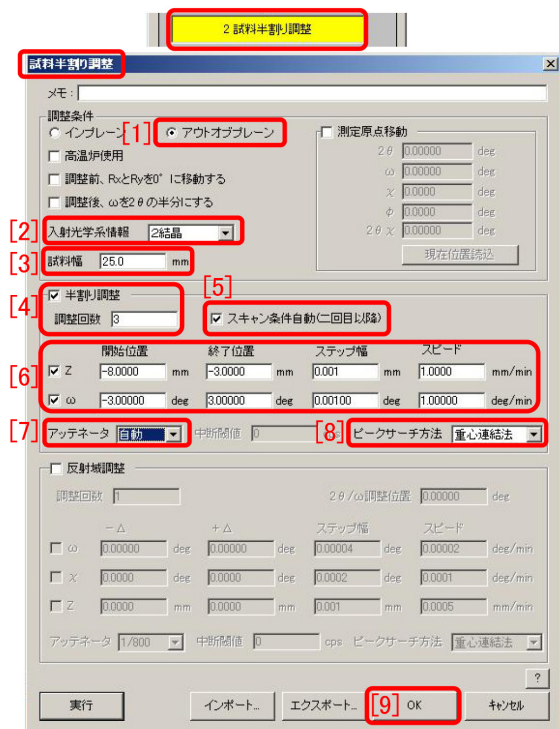
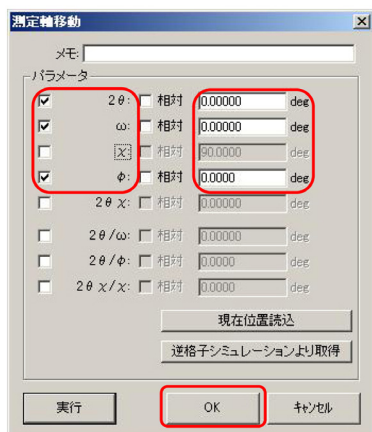
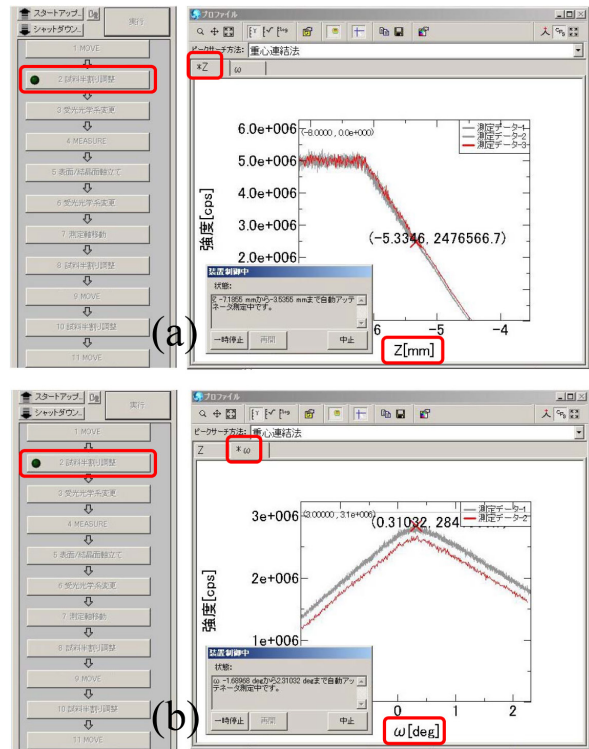

図 2.11. 試料半割り調整の設定
図 2.16. 2θ, ω, φ 軸の移動
図 2.20. マクロで「試料半割り調整」実行中
調整します。測定を開始する前に必ず行わなければならない調整です。図 2.11 「[6]」で Z(試料ステージの高さ) と  $\omega$ (試料ステージの鉛直軸周りの回転角) いずれにもチェックを入れ、Z スキャンで X 線強度がちょうど半分になり、 $\omega$  スキャンで X 線強度が最大になるように調整します。図 2.11 「[4] 試料半割り調整」にチェックを入れ「調整回数」に 3 を指定することにより Z と  $\omega$  のスキャンを交互に 3 回 (推奨される回数) 行います。「[5] スキャン条件自動」にチェックを入れることにより 2 回目以降のスキャンでは前のスキャン結果に基づいてスキャン範囲が自動設定されます。
$\omega$  のスキャン範囲は図 2.11 「[6]」で  $\pm 3^\circ$  に設定されていますが、これは「[3] 試料幅」25 mm に対して適正值です。試料幅が大きいほど
図 2.20 は「試料半割り調整」実行時に表示される「フローバー」と「プロファイルウィンドウ」です。マクロ実行中は「フローバー」の上にある実行中のパーツの左側で緑のマークが点滅します。図 2.20(a) は Z スキャンを実行中の画面、図 2.20(b) は  $\omega$  スキャンを実行中の画面です。図 2.11[p.15]「[4] 半割り調整, 調整回数」を 3 に設定したので、Z スキャンと  $\omega$  スキャンを交互に 3 回繰り返して試料の表面を X 線ビーム軸に精密に一致させます。図 2.16[p.17] で  $\phi$  軸をゼロに移動させているので  $\phi = 0.0^\circ$  での「試料半割り調整」を行っています。
Si(111) 面法線が  $\phi$  軸と一致させた上で  $\phi$  の値  $0.0^\circ$ ,  $180.0^\circ$ ,  $90.0^\circ$ ,  $-90.0^\circ$  で図 2.11[p.15] に設定した条件で「試料半割り調整」を行います。Si 111 方向と結晶切り出し面法線は一致していないので  $\phi$  の値  $0.0^\circ$ ,  $180.0^\circ$ ,  $90.0^\circ$ ,  $-90.0^\circ$  に対して異なる  $\omega$  の値で「試料半割り調整」が終了する筈です。この  $\omega$  の値のズレから結晶面切り出し誤差が評価できます。